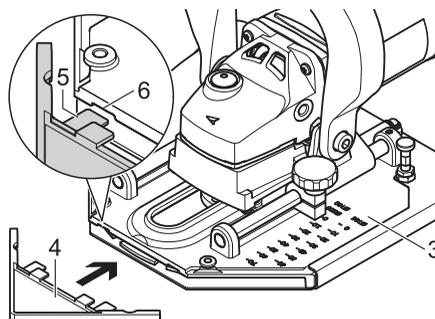

Abb. 16: Eckenaufsatz montieren
- Den Eckenaufsatz (4) an der Führungsplatte (3) aufstecken, dabei die beiden größeren Laschen (5) in die Aussparungen (6) der Führungsplatte (3) einstecken. (→ Abb. 16: Eckenaufsatz montieren; Seite 34).